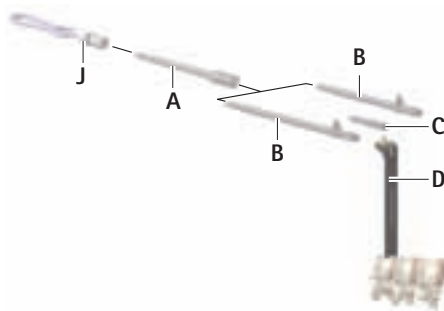

Рис. 2
- Для удлинения установить соединительный элемент с быстросъемной фиксацией A на соответствующее соединение, см. Рис. 2.